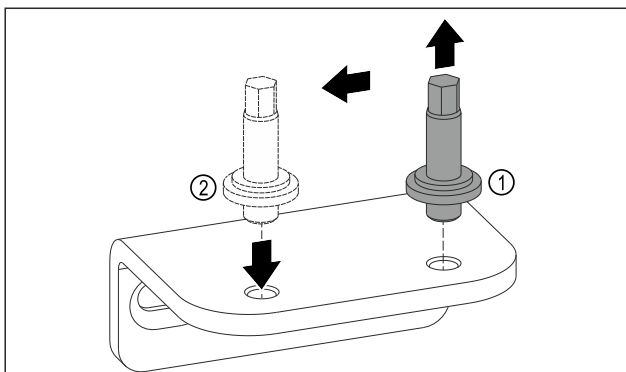

Fig. 11
- ▶ Відкрутіть болт нижнього опорного кронштейна за допомогою шестигранного ключа SW5. Fig. 11 (1)
- ▶ Вставте болт із протилежного боку. Fig. 11 (2)